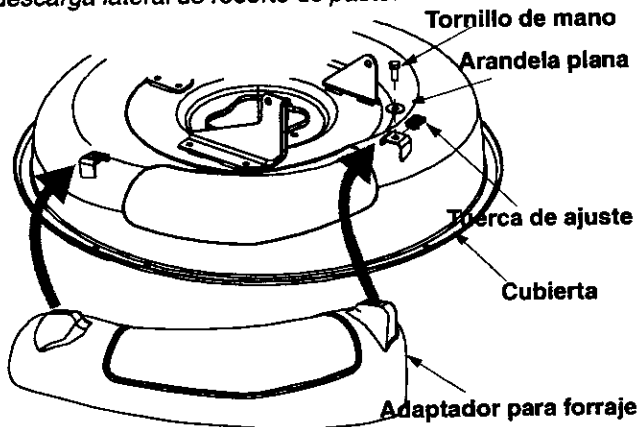

Figura 3
3. Coloque el adaptador para forraje en la cubierta de modo que los dos orificios en sus dos extremos estén alineados con los dos orificios de la cubierta en donde estaba unida la tolva de descarga. Inserte el tornillo de mano y la arandela plana a través de cada orificio y apriete. Vea Figura 3.